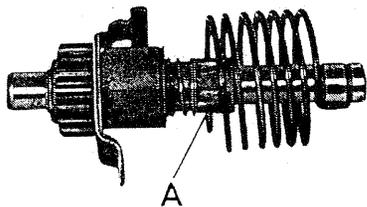

Fig. 277. Arbre de kickstarter complet
Pour terminer, il faut monter le ressort de kickstarter (10). L'extrémité de ressort doit être faite glisser jusqu'à la butée dans l'alésage (A) de l'arbre de kickstarter. Fig. 277 montre l'arbre de kickstarter prêt à être installé.